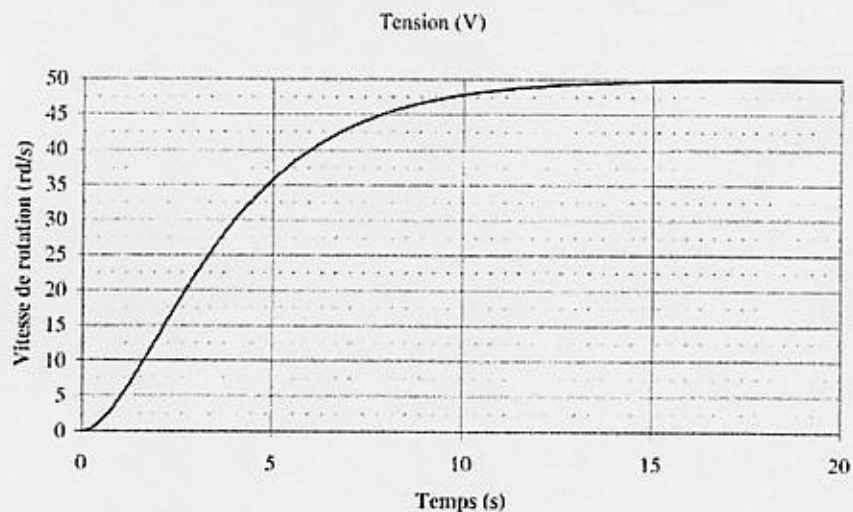

Figure 2 : Evolution de la vitesse de rotation en réponse à un échelon de tension de commande $U_0=10V$.
- Ensuite, pour un échelon d'amplitude U_0 de 10 Volts (avec $c(t)=0$), on obtient le résultats donné en figure 2.
- A partir du tracé de la figure 2, déterminer la valeur de K_1 en précisant son unité.